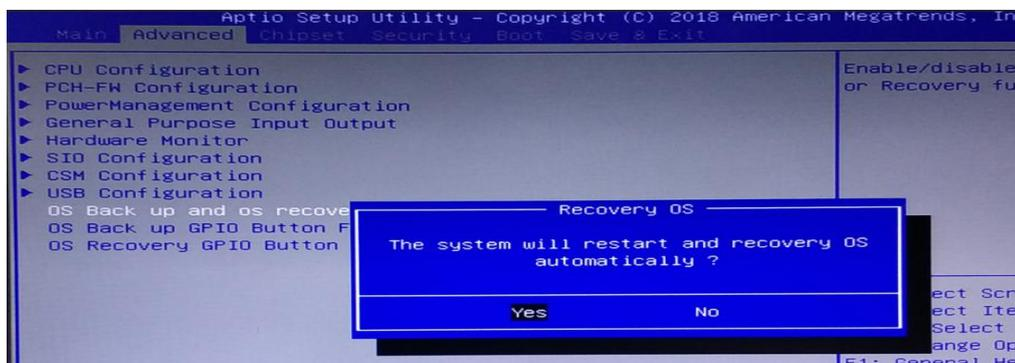

图5 按 F4 还原界面
(3) 按下键盘左上角的 F3 按键，界面会出现提示：系统将会重启，同时开始自动还原系统（如图 5 所示），使用键盘选中 [YES]，进入到还原界面开始还原，还原完成后会自动重启系统。